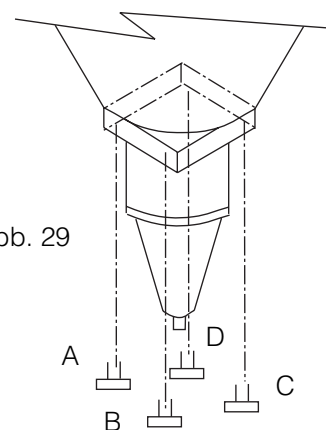

Abb. 29
- 3 - Mit dem M3-Schlüssel die vier Schrauben A - B - C - D abschrauben (Abb.29).